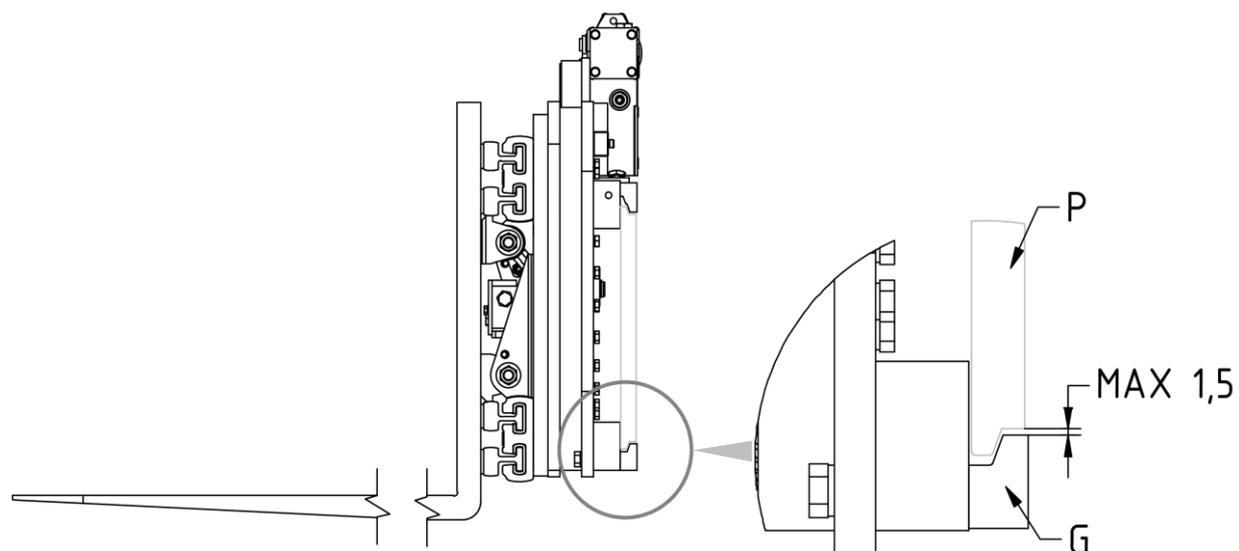

Abbildung 4
7. Schrauben Sie die 2 unteren Haken **G** wieder an, so dass sie unterhalb des Gabelträgers **P** befestigt werden (mit max. Spiel 1,5mm wie in der *Abbildung 4*); für das Anziehen bitte das in *Tabelle 3* angegebene Anzugsmoment beachten.